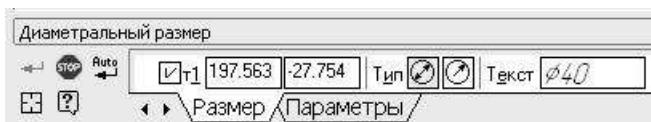

Рис.54 Параметры диаметрального размера
1. Показываем радиус окружности. Нажимаем кнопку панели **Размеры**, указываем окружность и параметры размера (Рис.54).